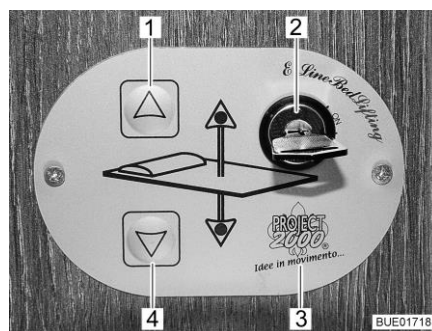
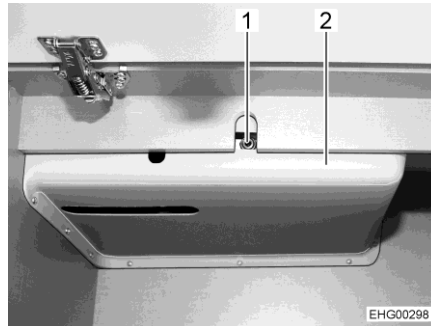

Fig. 153 Elemento de mando
Fig. 157 Acceso al accionamiento
Con las teclas (Fig. 153,1 y 4) en el elemento de mando (Fig. 153,3), se subirá o bajará la cama elevada. Con el interruptor llave (Fig. 153,2), se bloqueará el elemento de mando contra su utilización no autorizada.
- Introducir la llave en el interruptor llave (Fig. 153,2) y girar 90° en sentido de las agujas del reloj. El elemento de mando (Fig. 153,3) está activado.
- Pulsar la tecla de flecha (Fig. 153,4) y mantenerla pulsada hasta que la cama elevada haya bajado a la posición deseada.
- Pulsar la tecla de flecha (Fig. 153,1) y mantenerla pulsada hasta que la cama elevada haya subido a la posición final.
Si la cama elevada ya no se deja desplazar con las teclas de flecha (Fig. 153,1 y 4), controlar primero el fusible Atrás del revestimiento (Fig. 157,2) (véase apartado 9.10.1). Si el fusible está bien y la cama elevada no se deja desplazar a pesar de esto, se podrá manejar la cama elevada de forma manual.
- Insertar la manivela entregada o una llave Allen en el alojamiento en el motor (Fig. 157,1).